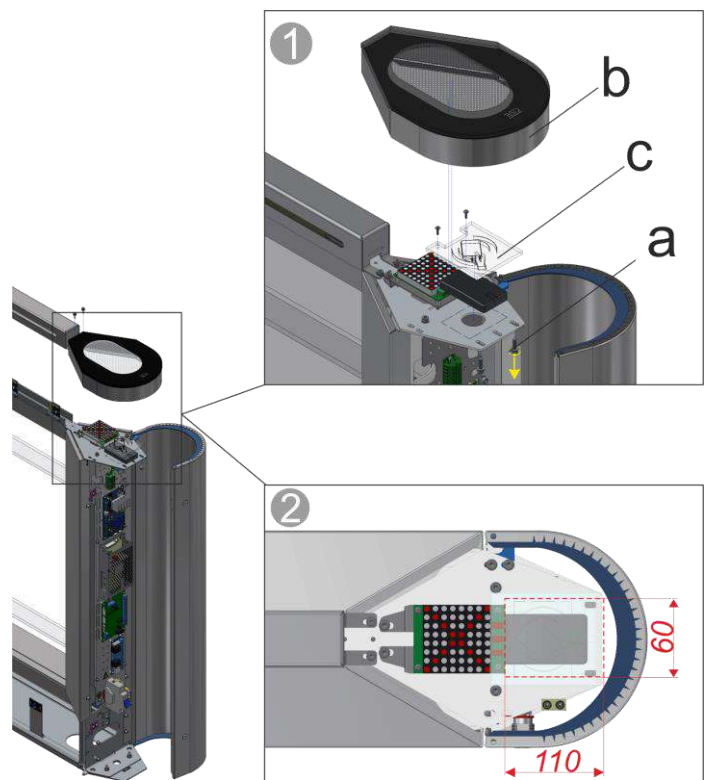

Рис. 20– Встановлення зчитувача в тумбу турнікета
6- Встановити зчитувачі (детальніше рис.20);
13) Встановлення зчитувача безконтактних (проксиміті) карток (поставляється на замовлення за окрему плату), за наявності системи контролю та управління доступом (СКУД)(Рис.20).